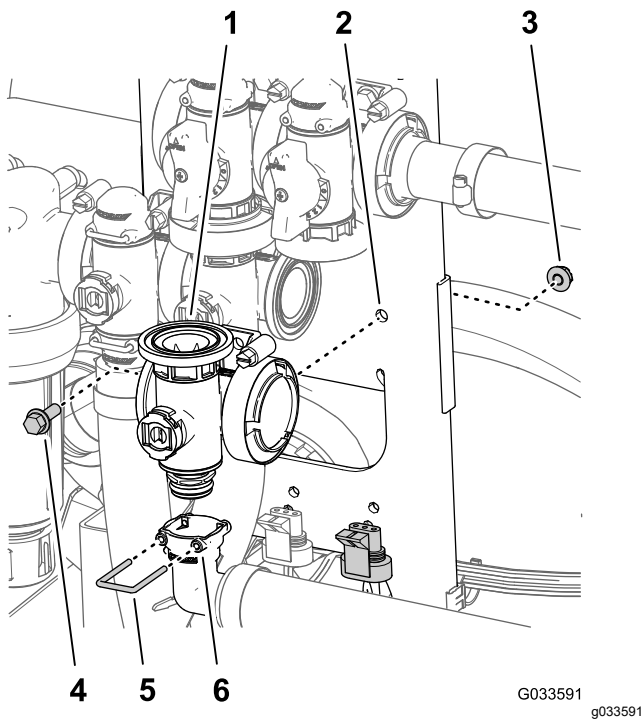

Figure 130
- Alignez la douille du raccord de sortie à 90° et le coupleur au bas du collecteur de la vanne générale des rampes (Figure 130).
6. Fixez le raccord de sortie au coupleur en insérant un étrier de fixation dans la douille du raccord de sortie (Figure 130).